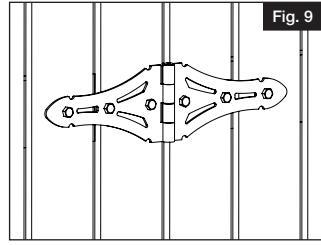

Fig. 9
- e. Fixer la charnière au poteau à l'aide des vis fournies (Fig. 9).